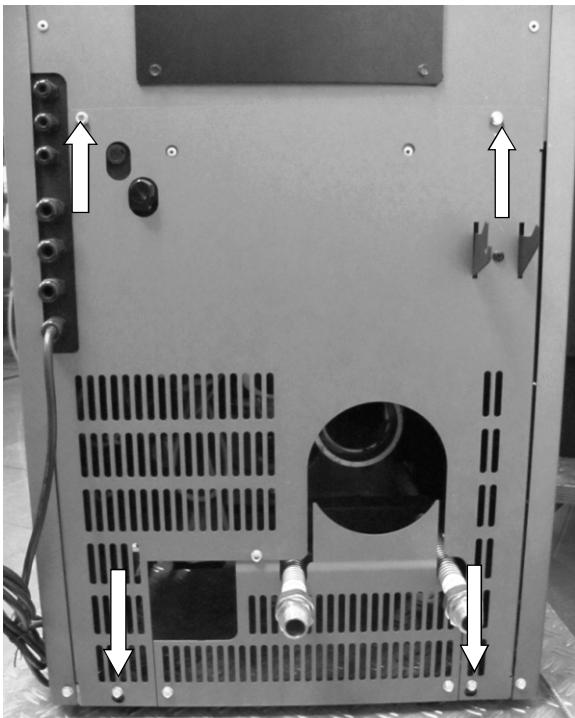

Abb. 91: Demontage hintere Verkleidung Modelle Pat selection/Pat selection eq, Frank/Frank eq, Jack/Jack eq
- Die vier Befestigungsschrauben lösen (siehe Pfeile Abb. 91)